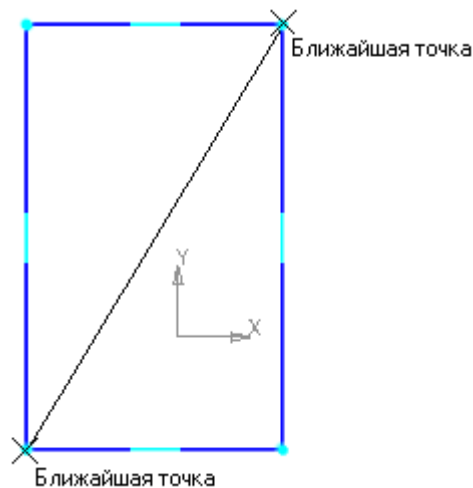

Рисунок 10.
- Постройте диагональ прямоугольника — с помощью привязки Ближайшая точка укажите две вершины прямоугольника. Для этого подведите курсор к вершине прямоугольника. На экране отобразится название привязки, а в указанной точке появится значок, свидетельствующий о срабатывании привязки. Нажмите левую кнопку мыши и точка, отмеченная значком, будет зафиксирована. Аналогично укажите вторую вершину (рис. 10).